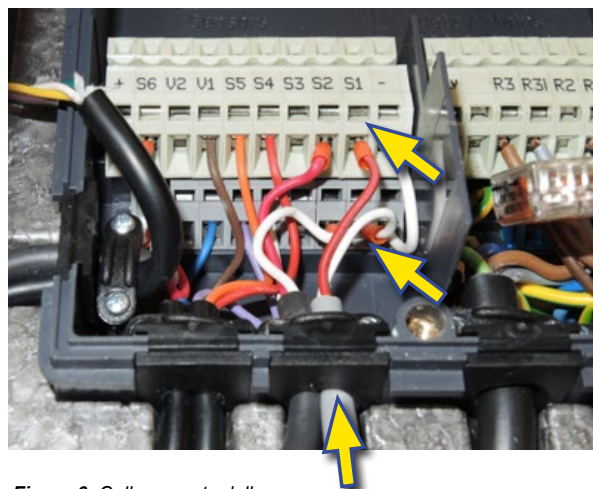

Figura 6: Collegamento della sonda di temperatura ricircolo.
- ✓ Entrare nella centralina con il cavo della sonda, attraverso l'apposito passaggio cavi, come illustrato nella foto in figura 6.